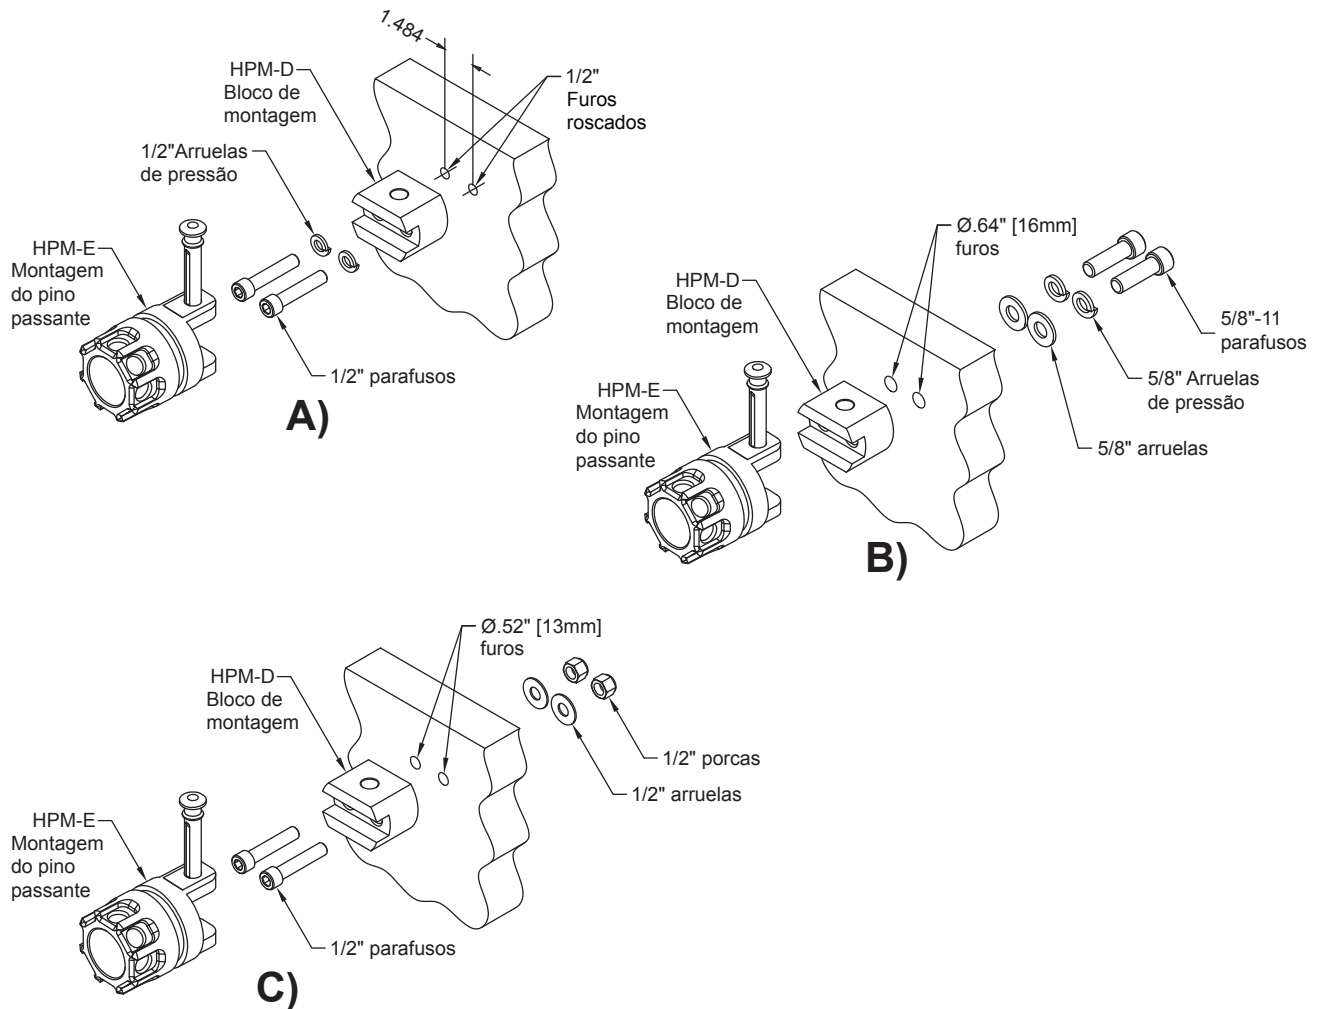

Figura 2.14 Opções de instalação de blocos de montagem
Um bloco de montagem pode ser usado como um suporte fixo, para fluir, ou como um suporte de armazenamento para o monitor de Hemisphere. Esta montagem pode ser usado em locais onde o lado de trás da superfície de montagem é inacessível. Ele pode ser aparafusada a partir da frente de uma superfície suficientemente rígida, adicionando dois 1/2" [13 milímetros] furos roscados (ver figura 2.14 um). Também pode ser aparafusado a partir do lado traseiro de uma superfície, através da perfuração de dois (2) 0,64" [16mm] furos de folga (ver figura 2.14 b.) e enroscando dois (2) 5/8" -11 parafusos nos furos bateu no suporte. Uma terceira opção seria a perfurar dois (2) .52" buracos, e trancando o bloco de montagem do lado da frente com 1/2" parafusos, arruelas e porcas de segurança (ver figura 2.14 c.)
A cross-pin montagem pode ser adicionado a um bloco de montagem para criar um local de fixação monitor de pronto (veja a Figura 2.14). É o mesmo cross-pin montagem que está incluído com a braçadeira I-beam / "engate 2 montar, com o mesmo pino transversal detented, e pode ser encomendado como reposição ou substituição.